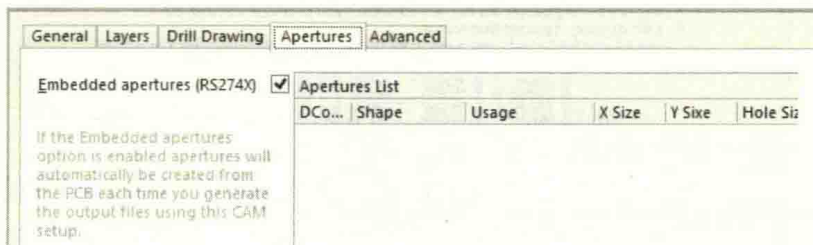

图 12-73 Apertures 设置
(4) Apertures: 默认设置此项, 选择“RS274X”格式进行输出, 如图 12-73 所示。